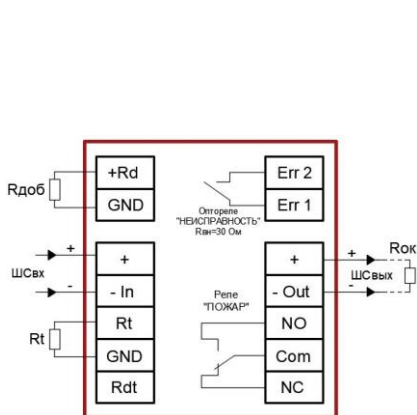

Рисунок 3 – Схема 2-х проводного подключения
- резистора R_t в клеммы GND и +Rt (см. таблицу 2, рисунок 3);
- перемычки на контакты +Rdt и GND (см. таблицу 3, рисунок 3).